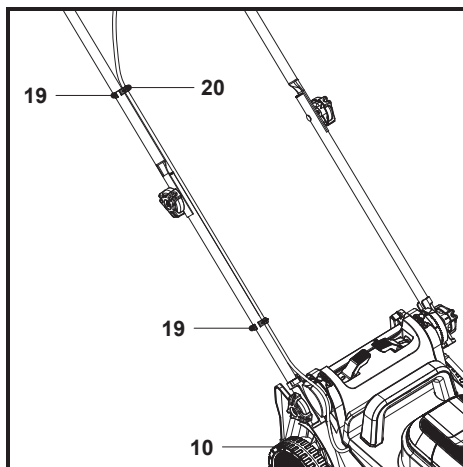

Rys. 3
1. Przytrzymać uchwyt górny (4) tak, aby przełącznik bezpieczeństwa (1) był skierowany do góry.
2. Wyrównać otwory montażowe w uchwycie górnym (4) z otworami w uchwycie dolnym (6).
3. Przełożyć śrubę montażową (5a) do końca przez otwór montażowy (rys. 3, krok 1).
4. Zamocować uchwyt górny (4) do uchwytu dolnego (6), dokręcając w prawo pokrętkę blokującą (5) na gwincie śruby montażowej (5a) (rys. 3, krok 2).
5. Sprawdzić, czy linka sterująca (20) biegnie po wierzchniej stronie uchwytu górnego (4) i dolnego (6).